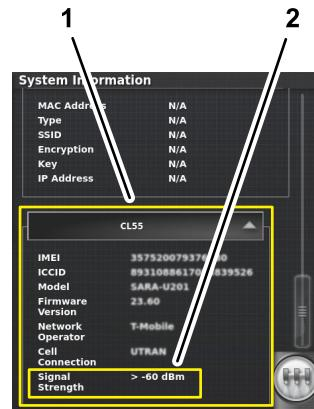

Рисунок 208
- На экране информации о системе используйте полосу прокрутки, чтобы перейти к значку CL55 (Рисунок 208).
- Нажмите на значок CL55 для отображения информации о силе сигнала (Рисунок 208) и убедитесь в том, что сила сигнала модема составляет от -60 до -99 дБм.